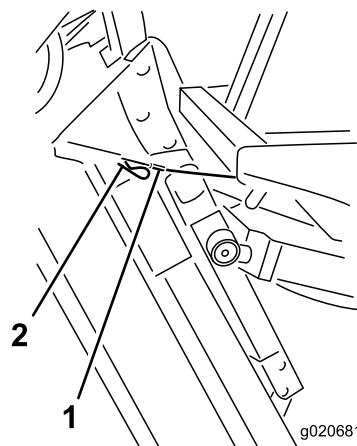

Figura 81
6. Sujetando la carcasa de corte en posición vertical, coloque el extremo del cable sobre el pasador del brazo de elevación de la carcasa y fíjelo con el pasador de horquilla (Figura 81).